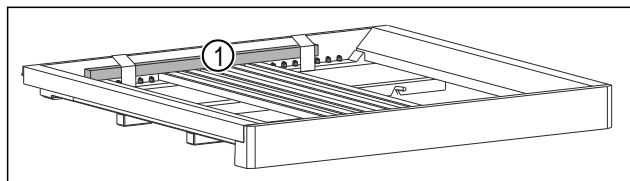

Fig. 6
- Rimuovere l'asta in legno Fig. 6 (1).